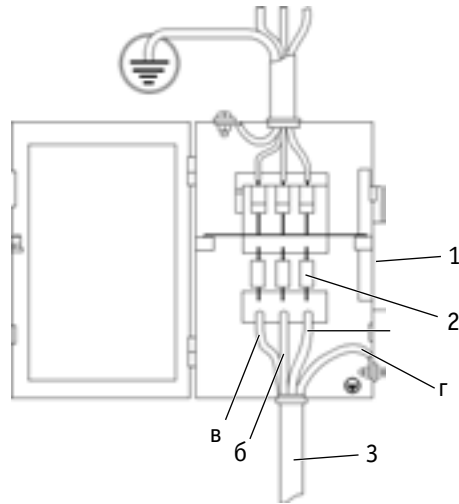

Рис. 8.2. Схема подключения к сети.
1. Подсоедините сетевой к бель к электросети с требуемыми п р метр ми. Проверьте н дежность соединения к беля и сетевой розетки (см. рис. 8.2).